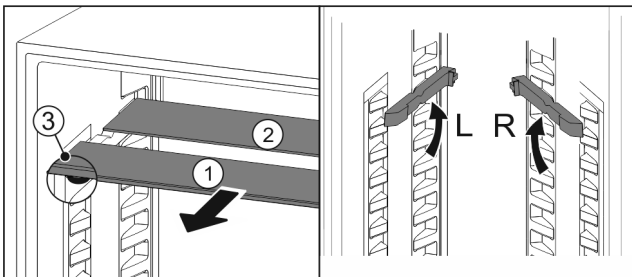

Fig. 112
- Sortir les tablettes par l'avant Fig. 112 (1).
- La tablette en verre Fig. 112 (1) avec bordure décorative est située à l'avant.
- Les butées Fig. 112 (3) sont orientées vers le bas.